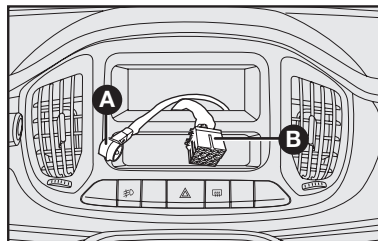

fig. 109
- Cable y conexión para la alimentación de la radio **B-fig. 109**.
- Cables y conexión para la antena de techo **A-fig. 109**.
- Cable y conexión de los altoparlantes e tweeters **B-fig. 109**.
- Cable para tweeter y altoparlantes delantero y trasero **B-fig. 109**.